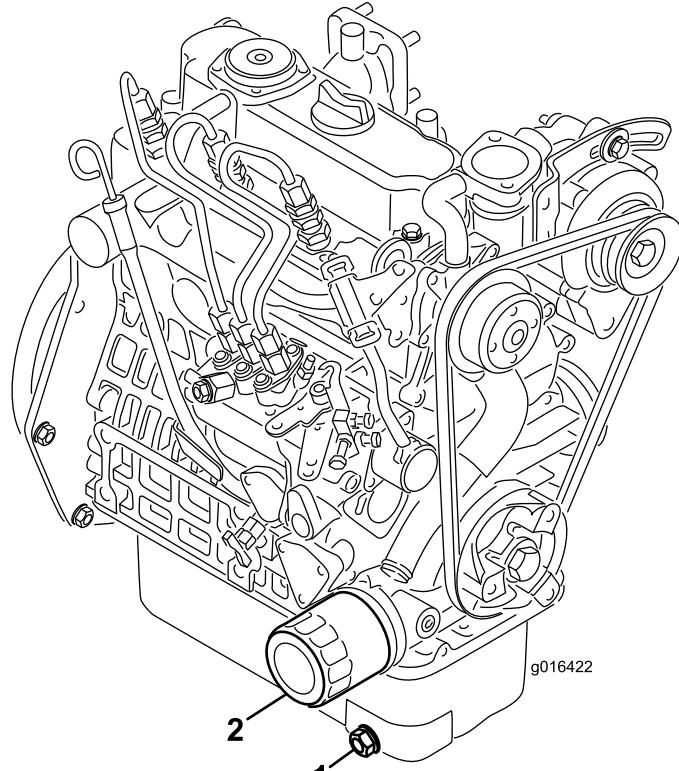

Bild 38
- Entfernen Sie die Ablassschraube (Bild 38) und lassen Sie das Öl in die Auffangwanne ab. Schrauben Sie die Ablassschraube wieder ein, nachdem das Öl abgelaufen ist.